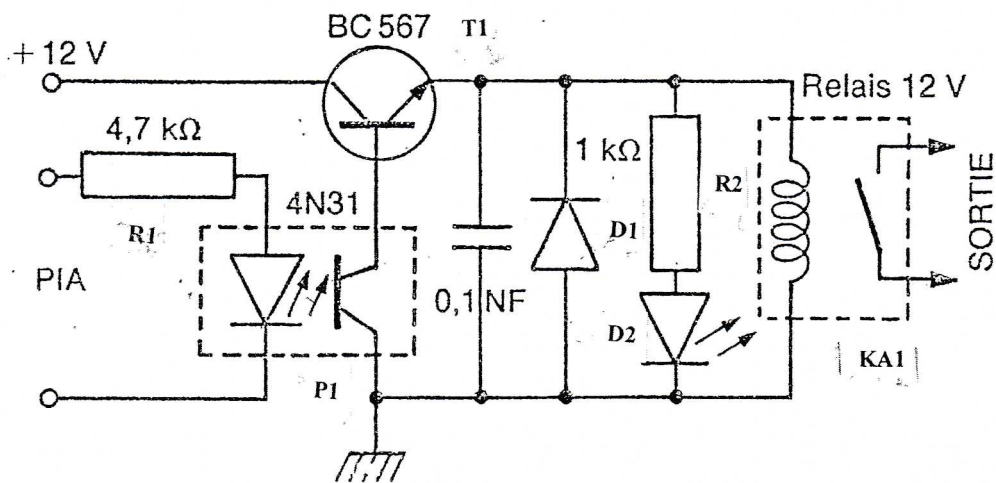

Figure 2
- 2.9 - La figure 2 de la page 6/13 représente l'interface d'une sortie de l'API gérant la machine.